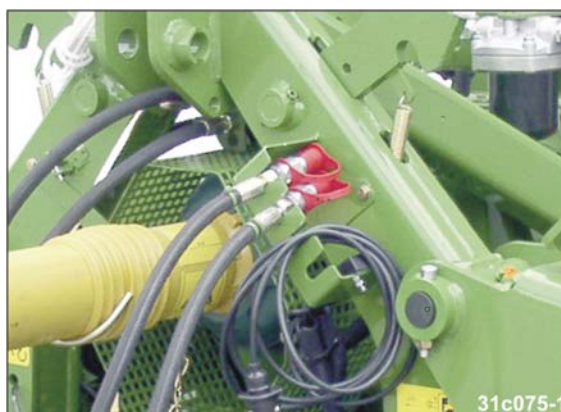

Fig. 61
10. Fastgør forsyningsledningerne i opbevaringsrummet (Fig. 61).